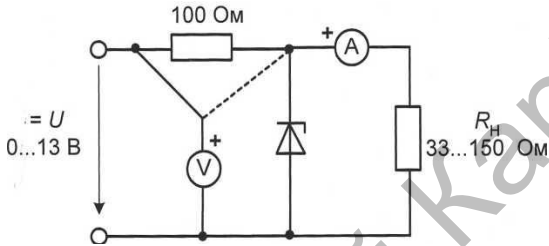

Рис. 5.16
• Соберите цепь параметрического стабилизатора согласно электрической схеме (рис. 5.16), сначала не включая в неё сопротивление нагрузки.